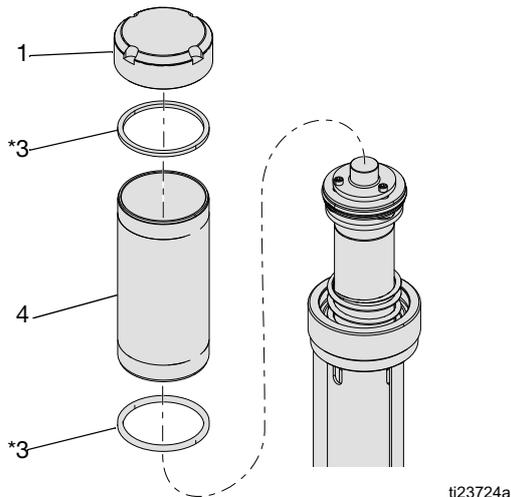

FIG. 10
2. Déposez le bouchon (1), le cylindre (4) et les joints carrés (3*) Inspectez toutes les pièces, notamment le ressort sous le bouchon (non illustré sur la FIG. 10) à la recherche de dommages, et remplacez-les si nécessaire. Voir FIG. 10. Dévissez à la main ou avec une clé à chaîne pour ne pas déformer la forme du cylindre.